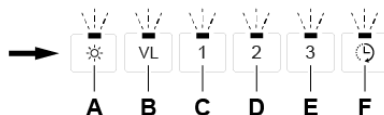

Fig. 13
- Vid lyckad omprogrammering av funktionsläget så kommer dioderna för samtliga knappar att blinka, se Fig. 13.